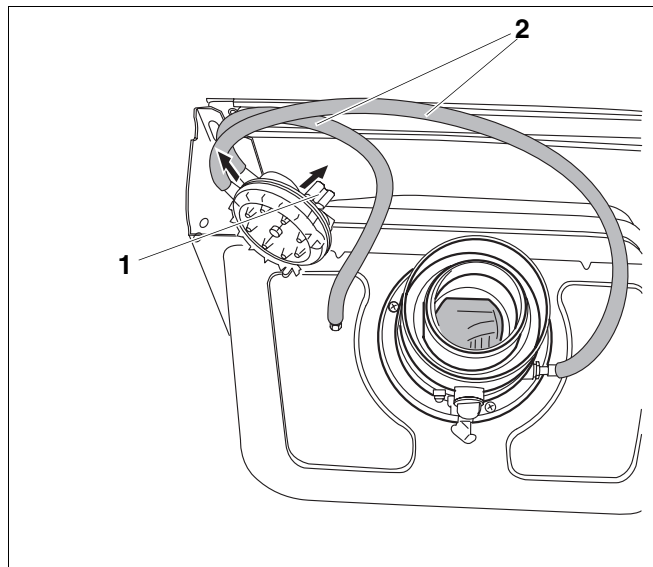

Рис. 13 Замена дифференциального реле давления
- Вытянуть кабельный штекер (рис. 13, поз. 1).
- Соединить новое дифференциальное реле давления со шлангами (рис. 13, поз. 2) и вставить кабельный штекер.